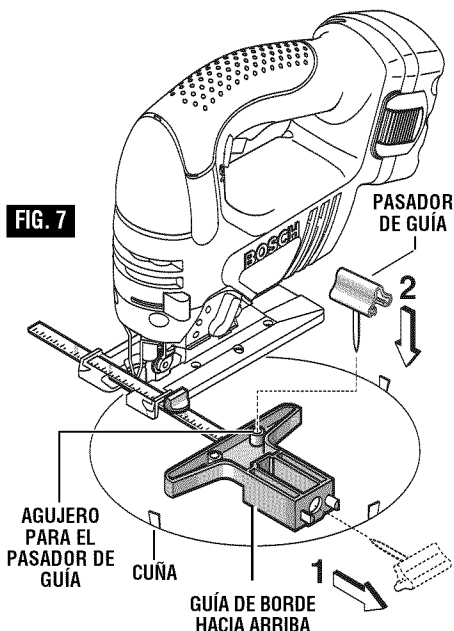

FIG. 7
3. Coloque la guía en la sierra con la guía de borde orientada hacia ARRIBA de la manera que se muestra en la ilustración (Fig. 7).
Consejo para cortar: Corte lentamente para que la hoja permanezca recta en el corte. Coloque pequeñas cuñas en el corte, tal como se muestra en la Fig. 7, para evitar que el círculo interior se separe cuando usted esté cerca del final del corte.